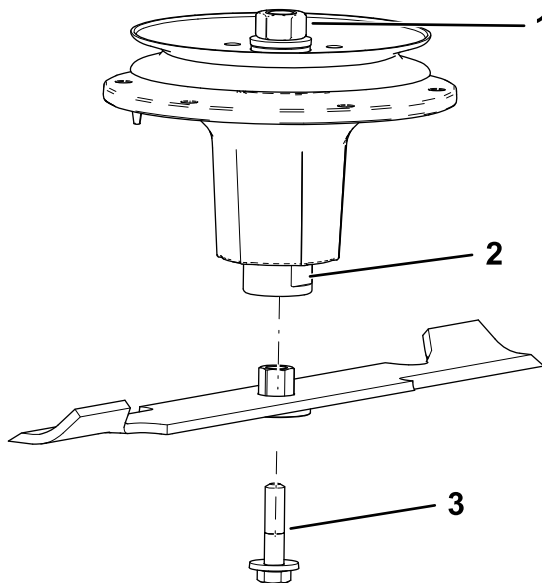

Figura 9
2. Instale o conjunto do casquilho/lâmina no eixo (Figura 9).